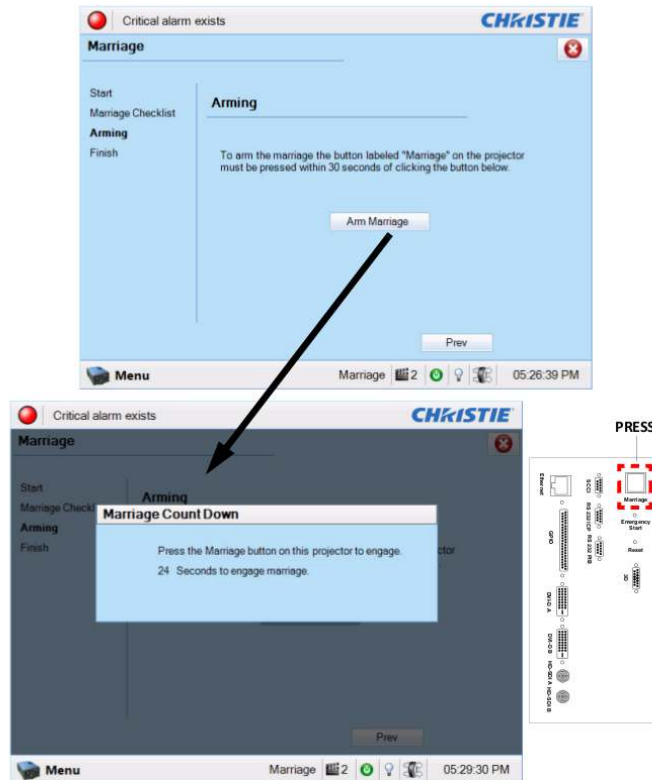

图 45 进行合并和整合倒计时.
- d. 进行合并。在 Arming 窗口，点击 Arm Marriage 按钮(参考图 45)，开启一个 30 秒的倒计时器，在倒计时进行中，PI 板上 Marriage 按钮中的 LED 灯将闪烁绿光，你必须在 30 秒窗口进行时点击 PI 板上 Marriage 按钮，以便合并生效，当按下 Marriage 按钮时，LED 按钮将变为稳定的绿色表示合并成功。